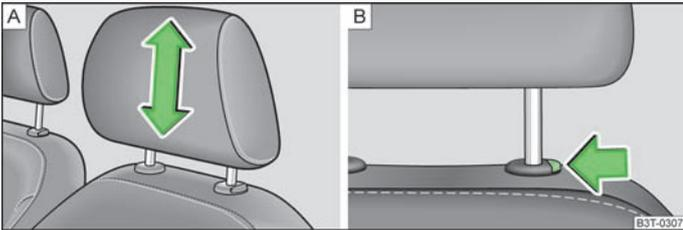

Abb. 46 Kopfstütze: Einstellen / Ausbauen
- Die Kopfstütze seitlich mit beiden Händen anfassen und diese je nach Wunsch nach oben schieben » Abb. 46 - A.
- Möchte man die Kopfstütze nach unten verschieben, dann die Sicherungstaste » Abb. 46 - B mit einer Hand drücken und gedrückt halten, und mit der anderen Hand die Kopfstütze nach unten drücken.
- Die Sicherungstaste in Pfeilrichtung drücken » Abb. 46 - B und die Kopfstütze herausziehen.